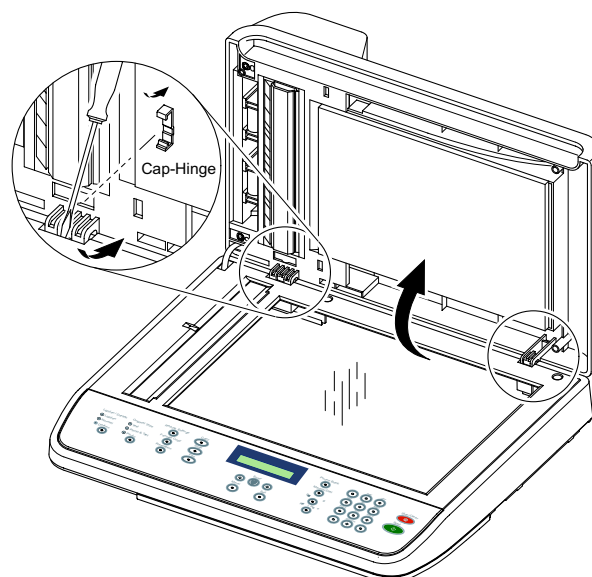

Рисунок 1
2. Откройте корпус ADF и вставьте плоскую отвертку в прорезь; снимите петлю с корпуса стекла экспонирования и корпуса ADF, рисунок 1.